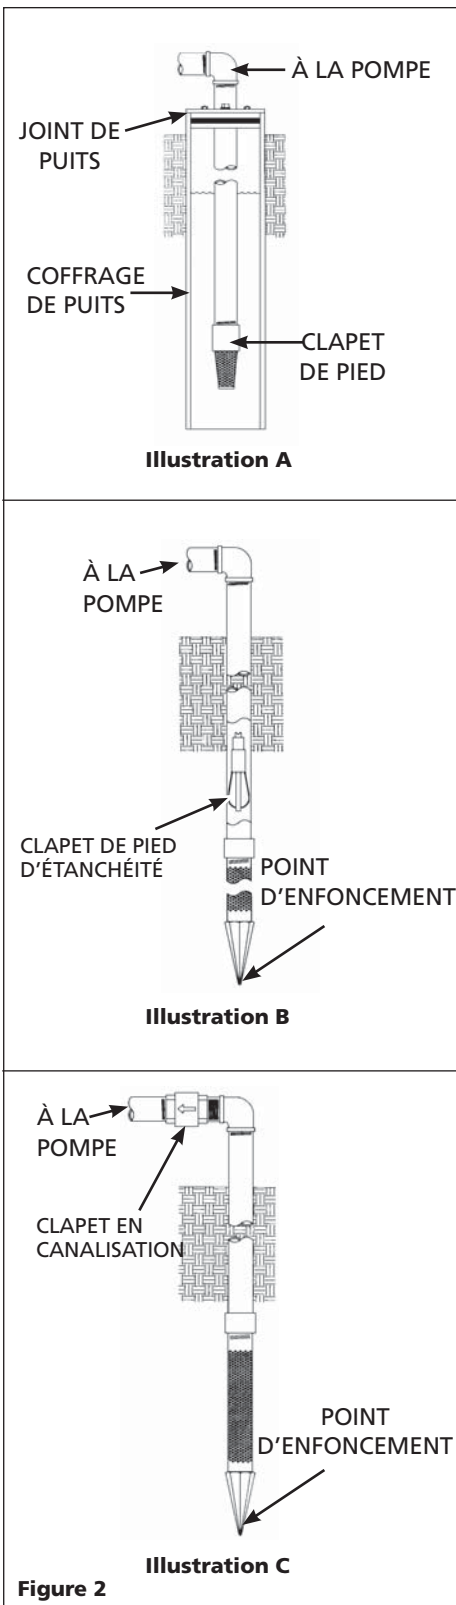

Figure 2
d'eau (Figure 2).
1. Installer un clapet de pied sur la première section de tuyau (Figure 2, Illustration A).
**REMARQUE:** Un clapet de pied d'étanchéité peut être installé dans le puits (Figure 2, Illustration B). Ce type de clapet de pied permet que le puits se remplisse d'eau pendant l'amorçage et facilite la recherche des fuites. Respectez les instructions du fabricant pendant l'installation du clapet de pied d'étanchéité.
Alternativement, un clapet en canalisation peut être utilisé avec un puits creusé (Figure 2, Illustration C). Le tuyau entre le clapet et le niveau d'eau sera toujours à vide.